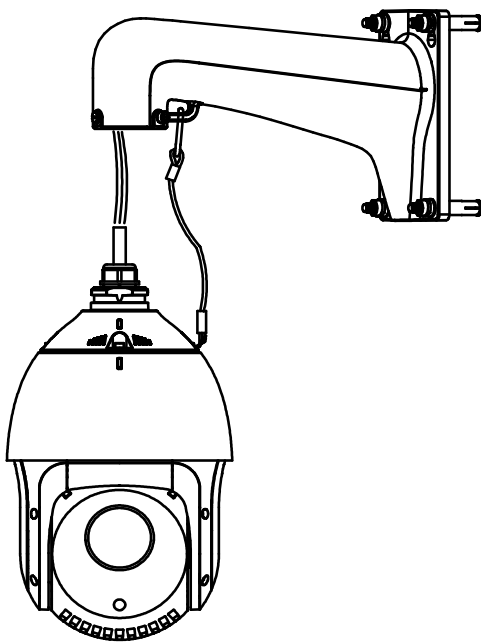

Рис. 2.14. Крепление страховочного тросика
1. Закрепите страховочный тросик одним концом на видеокамере, а другим концом на кронштейне, как это показано на Рис. 2.14.